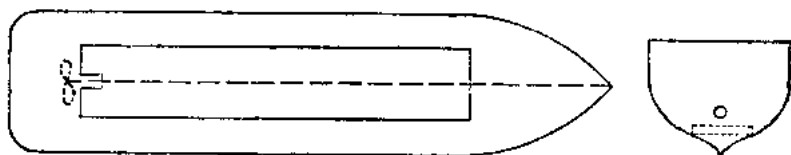

图 2
4. 船身制成以后, 在船体内底部放上一块薄木板(板宽 60 毫米, 长 240 毫米), 用浆糊和纸将木板贴牢在船舱内以备在木板上安装电动机用(图 2)。